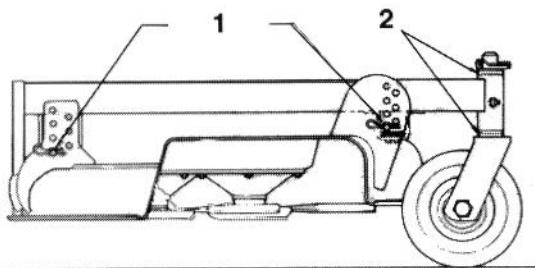

Bild 9
1. Kontrollieren, ob die vorderen Schnithöhensteckstifte richtig auf den Rahmenkissen aufliegen (Bild 9).
2. Die Schnithöhe auf die 89 mm oder die 102 mm Position einstellen (Bild 9).
5. Das bei "A" festgestellte Maß vermerken. Die Messerbalken in die "B"-Stellung bringen (Bild 8), dann den Abstand aller Messerbalken zur ebenen Standfläche messen. Diese Maße vermerken (Bild 9).
- A. Bei Schnittwerken, die normalerweise mit Schnithöhen zwischen 25 und 51 mm benutzt werden, muß die niedrigere Seite des Schnittwerks angehoben werden. Den Klappstecker entfernen, mit dem das Laufrad an der unteren Seite abgesichert ist (Bild 9) und die Laufrollengruppe entfernen.
- C. Bei Schnittwerken, die mit Schnithöheneinstellungen zwischen 51 und 102 mm eingesetzt werden, ist die höherstehende Seite des Schnittwerks abzusenken. Den Klappstift der Laufrolle von der höheren Seite des Schnittwerks und die Laufrollengruppe entfernen (Bild 9).